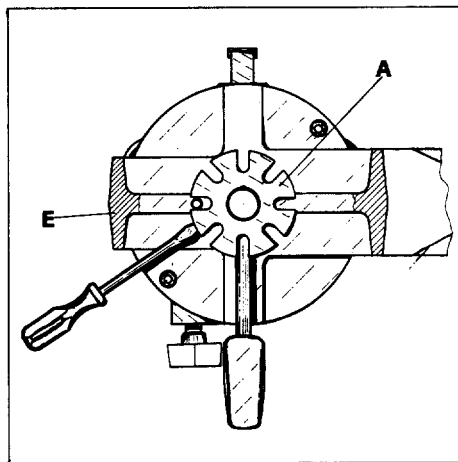
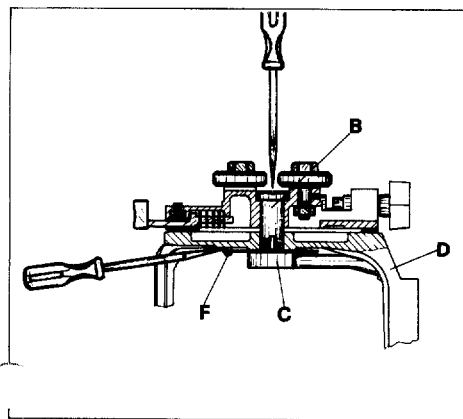

Fig. 13
Fig. 14
REGLAGE DE LA POIGNEE DE SERRAGE DE L'ETRIER DU MOTEUR (Fig. 13 e').
1. Remove the arm end cap. 2. Remove the complete motor, yoke and roller head assembly from the arm. 3. Use a screwdriver to turn the king bolt (B) in a clockwise direction (Fig. 14), keeping the lever (C) close to the front upright of the yoke (D), at the same time from the inner part of the yoke lift up the teeth of the serrated plate (A) (Fig. 13), enabling them in this way to pass over the fixed point (F) and thus moving the position by one tooth. 4. Check the adjustment after changing position of each tooth. 5. Insert once again the motor assembly in the arm and replace the arm end cap.
1. Togliere il cappellotto anteriore. 2. Estrarre dal braccio l'assieme completo motore, forcella, carrello. 3. Ruotare in senso orario il perno centrale (B) (Fig. 14), mediante un cacciavite, tenendo la leva (C) accostata al montante anteriore della forcella (D), contemporaneamente, dalla parte interna della forcella, fare leva sotto i denti del piastrino dentato (A) (Fig. 13) facendo loro scavalcare il punto fisso (F) spostando così di un dente la regolazione. 4. Fare una prova di regolazione dopo lo spostamento di ogni dente. 5. Introdurre di nuovo il gruppo motore nel braccio e rimettere il cappellotto anteriore.
1. Enlever la calotte bout de bras. 2. Retirer du bras l'ensemble moteur, étrier, chariot. 3. Tourner dans le sens des aiguilles d'une montre au moyen d'un tournevis le pivot central (B) (Fig. 14) en tenant la poignée de serrage de l'étrier (C) approchée de la poignée antérieure de l'étrier (D), en même temps du côté intérieur de l'étrier faire lever sous les dents de la plaque dentée (A) (Fig. 13) en faisant enjamber aux dents le point de repère (F) déplaçant de cette façon le réglage d'une dent. 4. Vérifier le réglage après le déplacement de chaque dent. 5. Replacer à nouveau l'ensemble, complet moteur, étrier, chariot dans le bras et remettre la calotte en bout de bras.
1. Ausleger-Endkappe entfernen. 2. Das komplette Sägeaggregat aus dem Ausleger herausnehmen. 3. Den Handgriff (C) an die vordere Seite des Aufhängebügels (D) im Uhrzeigersinn drehen, (Fig. 14) dabei gleichzeitig mit einem zweiten Schraubenzieher die Zahnscheibe (A) (Fig. 13) etwas herunterdrücken, damit diese um eine Zahnteilung über den Anschlagstift (F) an der Unterseite des Aufhängebügels gedreht werden kann. 4. Diesen Vorgang so oft wiederholen, bis die richtige Einstellung erreicht ist. 5. Sägeaggregat in den Ausleger einführen und Endkappe aufschrauben.
1. Verwijder de arm eindkap. 2. Trek de motor met ophangbeugel en rolwagen uit de arm. 3. Druk het handvat (C) tegen het voorste gedeelte van de draagbeugel (D). met een schroevendraaier, de centrale bout (B) rechts om draaien, (Fig. 14) terzelfder tijd, door middel van een tweede schroevendraaier een tand van de spanplaat (A) (Fig. 13) die zich onder de motor beugel bevindt lichten zodat deze over de vaste nok (F) glijdt. 4. Herplaats motor met ophangbeugel en rolwagen, alsmede de arm eindkap.